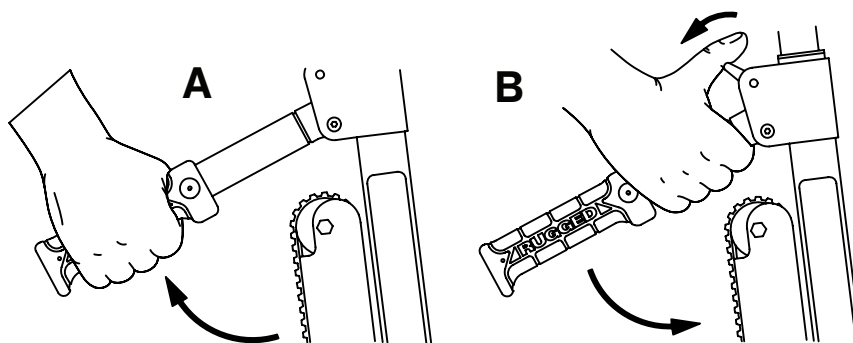

Рисунок 7 – Опускание фиксируемых задних ручек для подъема
1. Приподнимите фиксируемую заднюю ручку для подъема (А) (Рисунок 7).